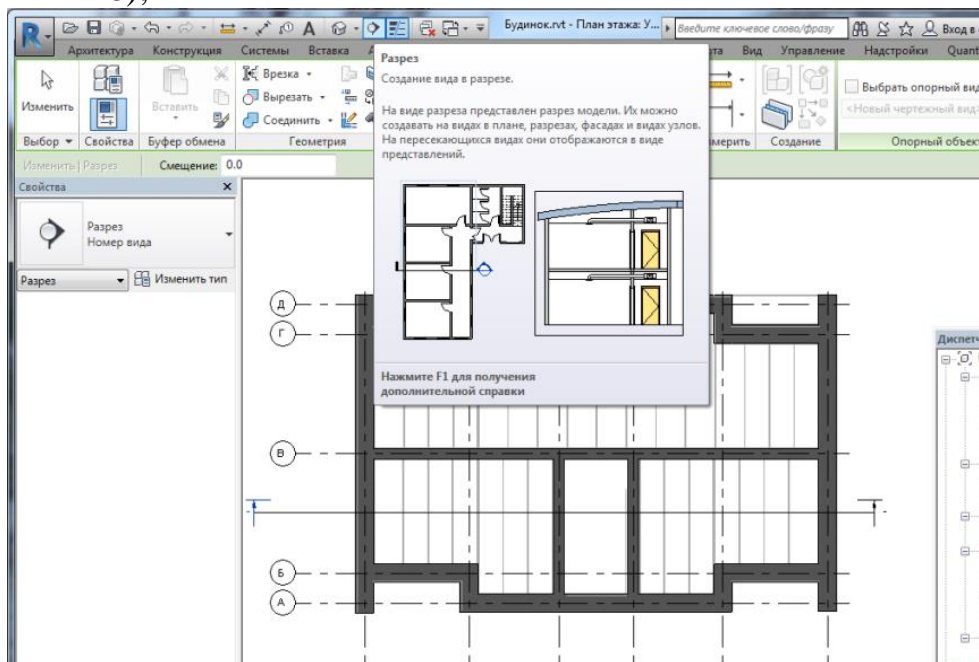
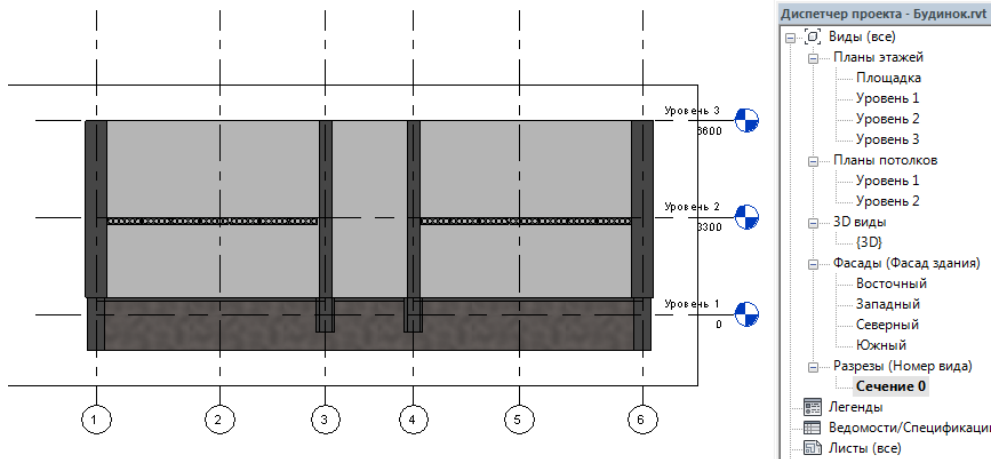

Рис. 2.28. Розкладка плит на плані
Рис. 2.29. Коригування положення плити на повздовжньому перерізі будинку
- або зробивши повздовжній переріз будинку (див. п. 3.3 і рис. 2.29) за допомогою команди *Копіювати* виконайте розкладку плит на цьому рівні (рис. 2.28);